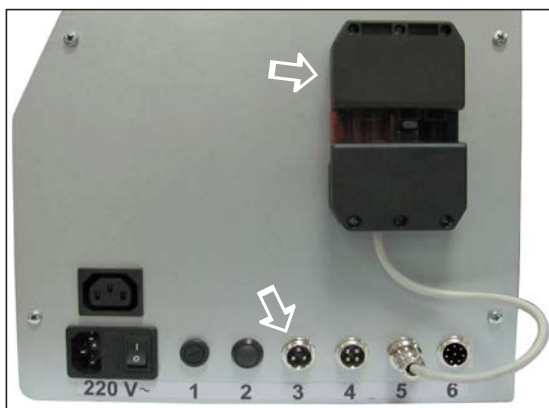

Fig. 12 Cavo motore coclea
- A) Collegare il cavo proveniente dal motore della coclea al bruciatore nella posizione indicata (3 fig. 12)